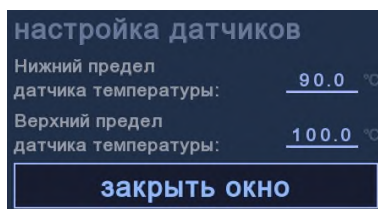

Рисунок 17 – Окно параметров «Настройка датчиков»
- *Настройка датчиков* – в данном окне (рисунок 17) можно задать минимальное значение датчика температуры параметром «Нижний предел датчика температуры», максимальное значение датчика температуры параметром «Верхний предел датчика температуры». Данные настройки встречаются лишь по требованию заказчика. По умолчанию компания-изготовитель задаёт эти значения самостоятельно в программном обеспечении для ПЛК.